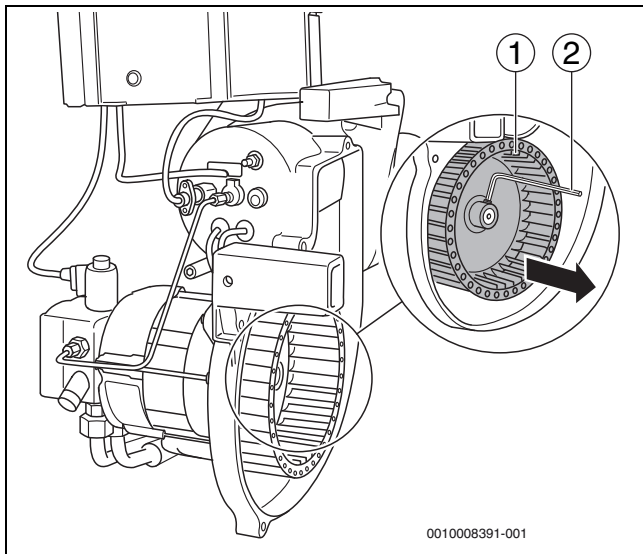

Bild 31 Gebälserad prüfen, gegebenenfalls reinigen
- Gebälserad (→ Bild 31, [1]) mit einem Innensechskantschlüssel (→ Bild 31, [2]) lösen und von der Welle ziehen.
- Gebälserad (→ Bild 31, [1]) wieder montieren.